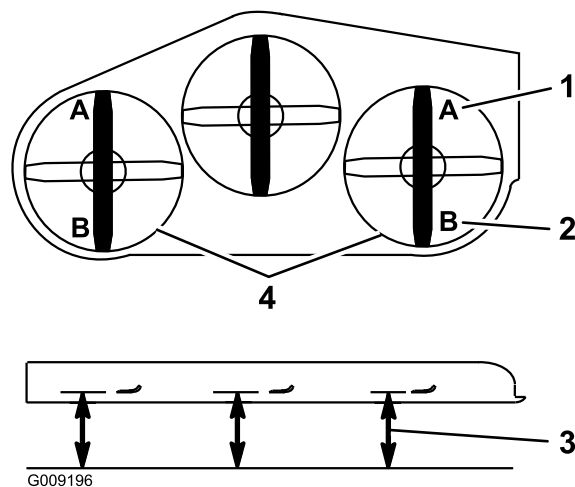

Figura 87
15. En ambos lados de la carcasa, mida desde la superficie nivelada hasta la punta trasera de la cuchilla (Posición B). La medida debe ser de 8,3cm (3-1/4pulg.) (Figura 87).